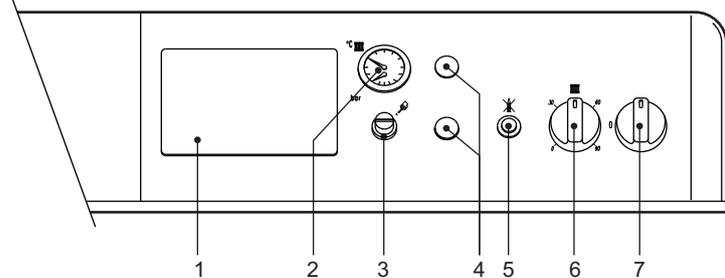

fig. 1 - Tableau des commandes
- Mettre l'interrupteur de la chaudière "7" sur la position 1 (fig. 1).
- Lorsque la chaudière est dotée d'un module électronique thermostatique, monté en position 1. fig. 1, l'utilisateur devra également tenir compte des instructions fournies par le constructeur de celui-ci.
Tourner la manette 6, fig. 1 dans le sens des aiguilles d'une montre pour augmenter la température de l'eau de chauffage, la tourner dans le sens inverse pour la réduire. La température peut être modulée de 30° mini à 90° maxi. Il est toutefois conseillé de ne pas faire fonctionner la chaudière au-dessous de 45°.
Programmer la température souhaitée à l'intérieur des pièces à l'aide du thermostat d'ambiance. Commandée par le thermostat d'ambiance, la chaudière s'allume et l'eau est amenée à la température établie par le thermostat de réglage de la chaudière 6, fig. 1. Le générateur s'éteint dès que la température souhaitée aura été atteinte à l'intérieur des pièces.
La pression de charge de l'installation froide, lue sur l'hydromètre de la chaudière partie 2 de fig. 1, doit être d'environ 1,0 bar. Au cas où au cours du fonctionnement de l'installation la pression baisserait, (à cause de l'évaporation des gaz contenus dans l'eau) à des valeurs inférieures au minimum précité, l'utilisateur devra rétablir la valeur initiale à l'aide du robinet de charge. Refermer toujours le robinet de remplissage à l'issue de l'opération.